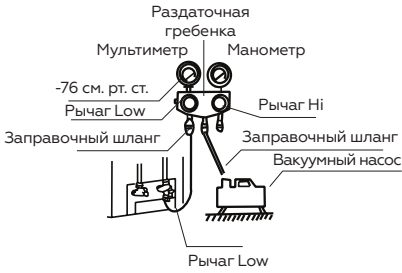

Рис. 27
- Полностью откройте нижний рычаг раздаточной гребенки (см. Рис. 27).